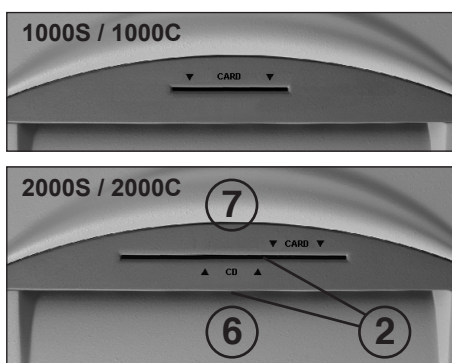

Abb. 2
- 2 = Lichtschranke (Vorwärtslauf) (Abb. 2)**
- Papier durch den Papierzuführschacht (6) (Abb. 2) dem Schneidwerk zuführen.
- Datenträger (CD, DVD oder Kreditkarte) einzeln durch den separat angeordneten CD/DVD(CARD)-Zuführschacht (7) (Abb. 2) dem Schneidwerk zuführen.